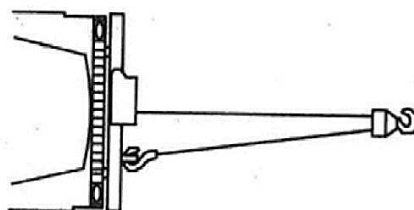

Рисунок 7.
3. При работе с тяжелыми грузами используйте полиспаст (рисунок 7) для того, чтобы сократить нагрузку на трос, лебедку и аккумулятор. Тяга в две линии также сокращает скорость намотки лебедки. Убедитесь, что все используемое оборудование соответствует максимальному значению натяжения троса лебедки. Полиспасты должны быть рассчитаны как минимум в два раза больше степени натяжения троса лебедки.